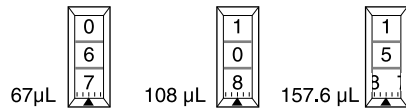

图 4: 量程示例
4. 将量程锁转至“锁定”位置（上方图 2），以防改变量程设置。用于 200 µL 型号的部分量程在图 4 中显示。